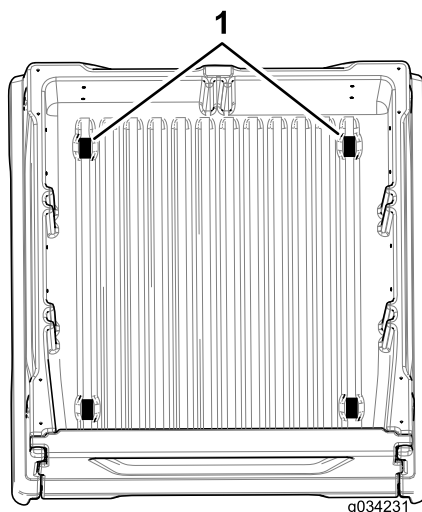
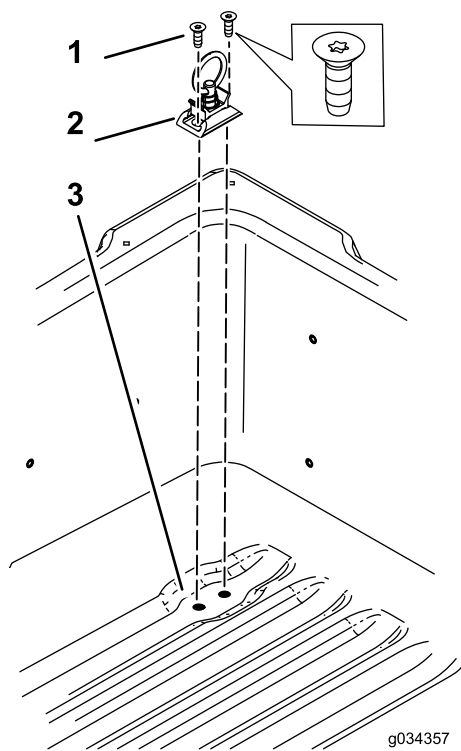

Bild 5
Bild 6
1. Befestigen Sie die Halterung mit zwei Schrauben an den in Bild 5 abgebildeten Stellen (Bild 6).